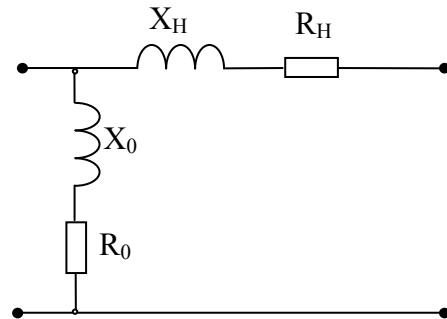

Рис.4.3.5
4.3.5. Определить параметры Г-образной схемы замещения (рисунок 4.3.5) однофазного трансформатора номинальной мощностью  $S_H=2,5$  кВА по данным опытов холостого хода и короткого замыкания:  $U_{1H}=220$  В,  $U_{2H}=127$  В,  $I_{10}=1,4$  А,  $P_x=39$  Вт,  $U_{1к}=8,8$  В при  $I_{1к}=I_H$ ,  $P_к=80$  Вт.